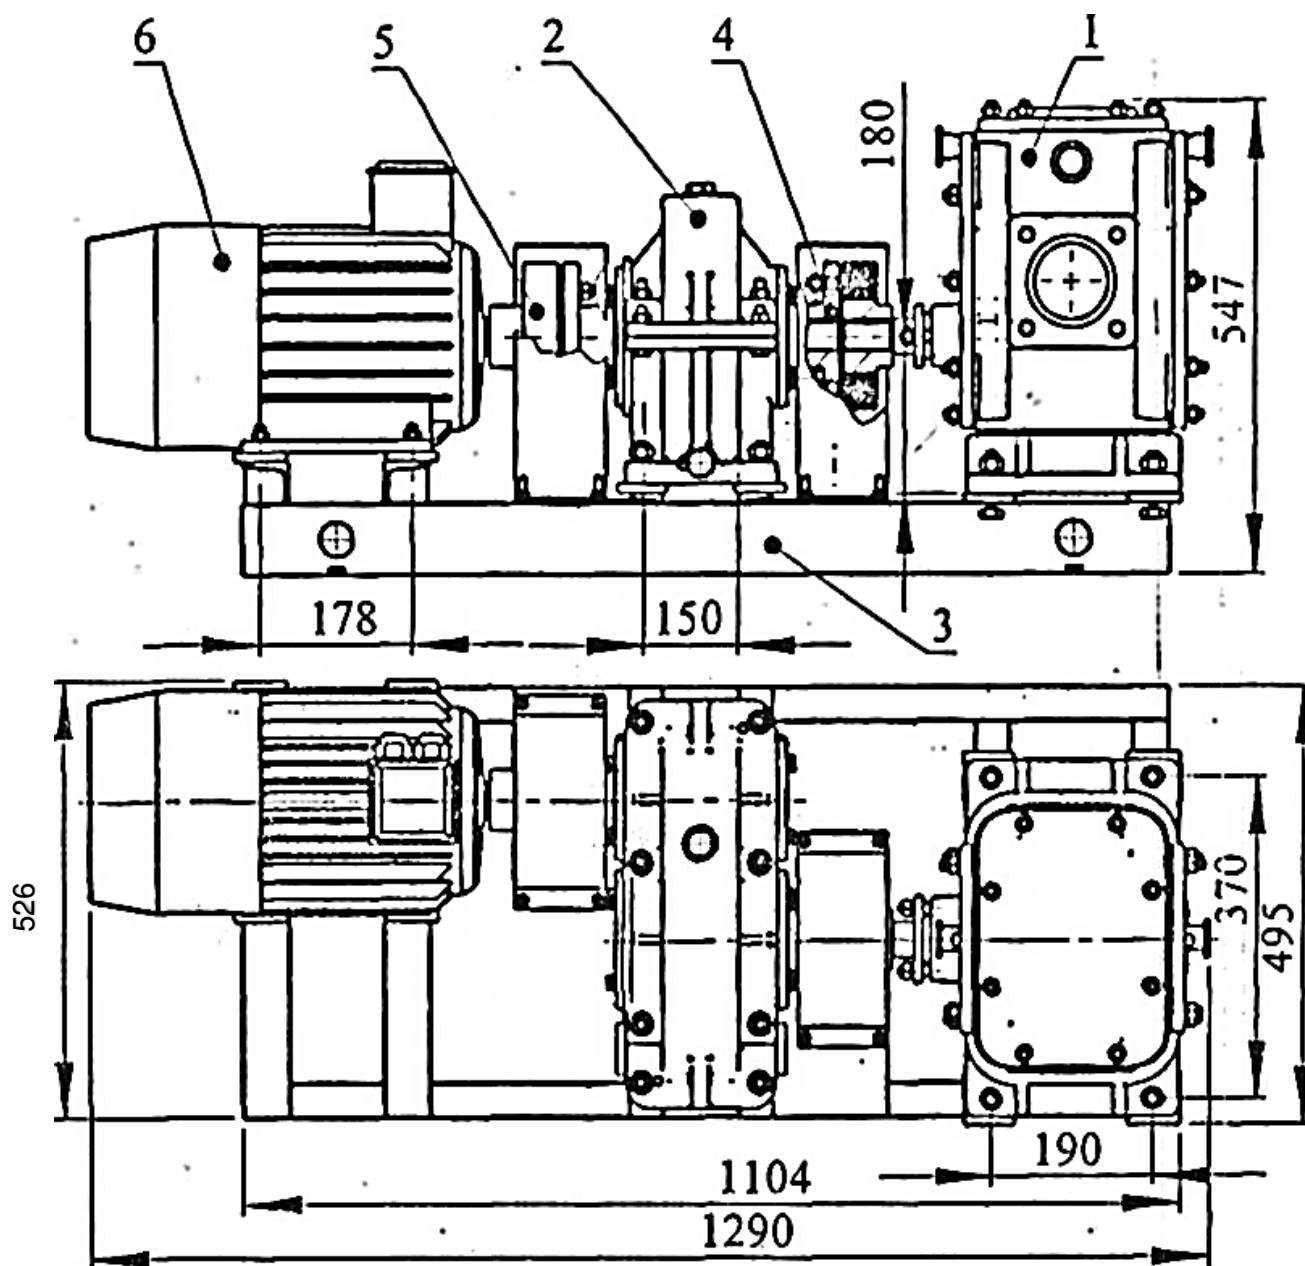

Рис. 4. Насос битумный ДС-125/3
4.2 Насос, в зависимости от варианта комплектации, оговариваемой при заказе, имеет следующие исполнения, указанные в таблице 5 и рис. 4.